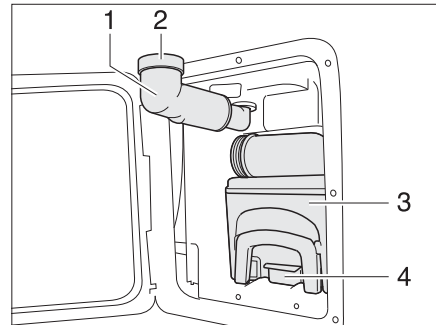

Fig. 151 Cassetta Thetford
- Ruotare il bocchettone di riempimento dell'acqua potabile (Fig. 151,1) verso l'esterno.
- Rimuovere il coperchio a vite (Fig. 151,2).